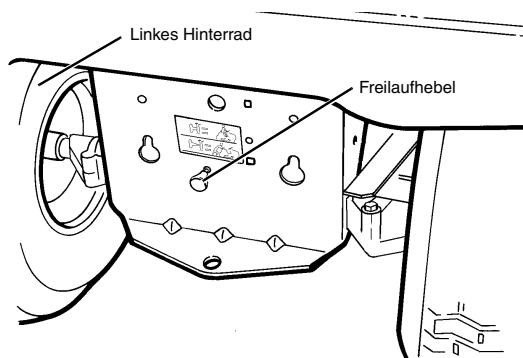

ABBILDUNG 2
- Bewegen Sie sich zum Heck des Traktors. Am Heck des Traktors Freilaufhebel suchen und ihn nach hinten ziehen, bis er in einer völlig ausgedehnten Position einrastet (siehe ABBILDUNG 2). Dadurch wird die Hydrostatsperre im Getriebe freigegeben. Der Traktor kann jetzt im Freilauf geschoben werden.